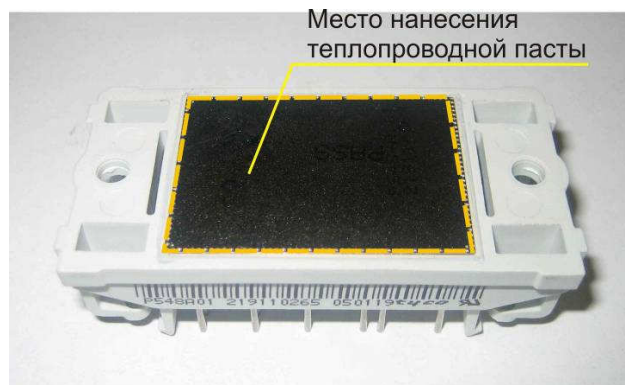

Рис.7.2.
8.1.2. Взять матрицу IGBT, протереть металлическое основание салфеткой, смоченной СБС. Нанести шпателем на основание матрицы IGBT тонкий слой теплопроводного компаунда (пасты). Удалить излишки компаунда с кромок основания (рис. 7.2).